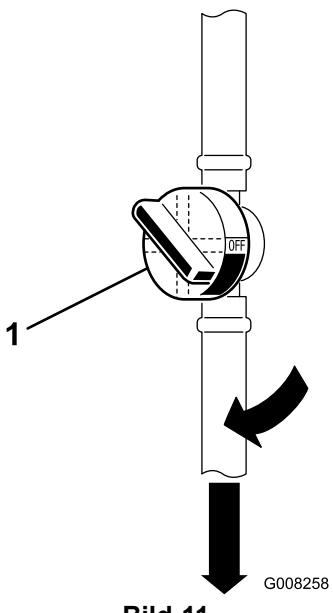

Bild 11
- Öffnen Sie den Kraftstoffhahn der sich zwischen dem Kraftstofftank und dem Motor befindet (Bild 11).